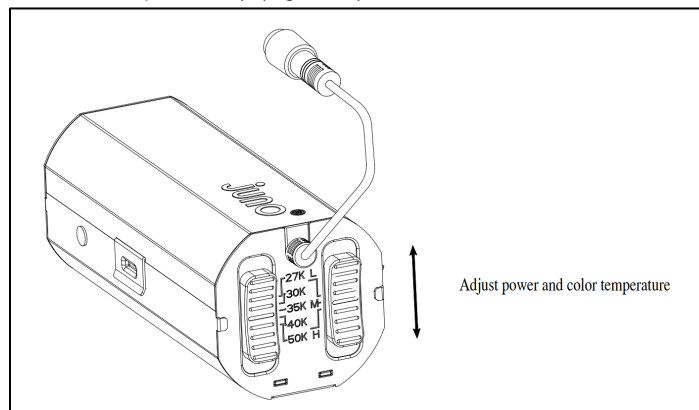

Figure 20
- Utilisez l'interrupteur sur le boîtier du pilote (les options Lumen/CCT doivent être sélectionnées avant l'installation du luminaire) pour sélectionner le flux lumineux approprié (option Élevé-Moyen-Faible, avec Élevé par défaut) et la couleur de la lumière (27K-30K-35K- Option 40K-50K, avec 30K par défaut). (Figure 20).